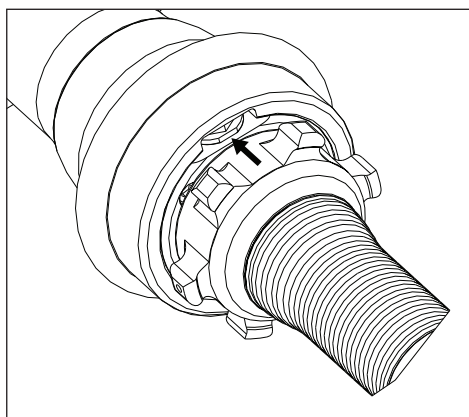

Figura 5, posição neutra
- Para parar o movimento da lâmina: solte o botão. O botão retornará automaticamente para a posição neutra. Veja a Figura 5